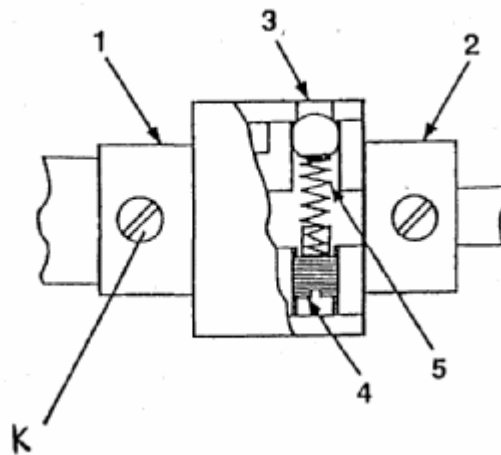

Рис. 25
1. Если крючок челночного устройства не синхронизирован с иглой надлежащим образом, ослабьте три установочных винта (K, Рис.25). Поверните ось крючка так, чтобы совместить кончик крючка с осью иглы. Затяните три установочных винта и еще раз проверьте синхронизацию крючка с иглой.
РЕГУЛИРОВКА НАТЯЖЕНИЯ ПРУЖИНЫ ПРЕДОХРАНИТЕЛЬНОЙ МУФТЫ (Рис. 25)